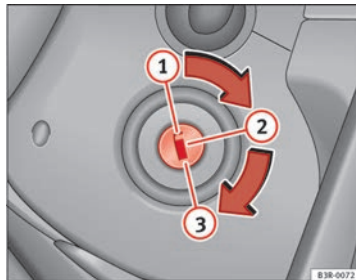

Abb. 146 Stellungen des Zündschlüssels
- Drehen Sie den Zündschlüssel in Position ① ⇒ Abb. 146.